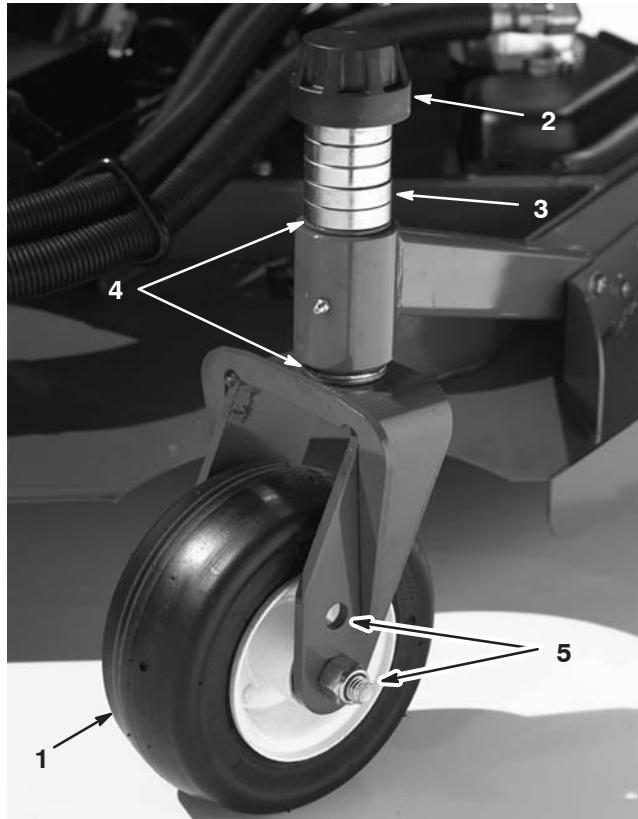
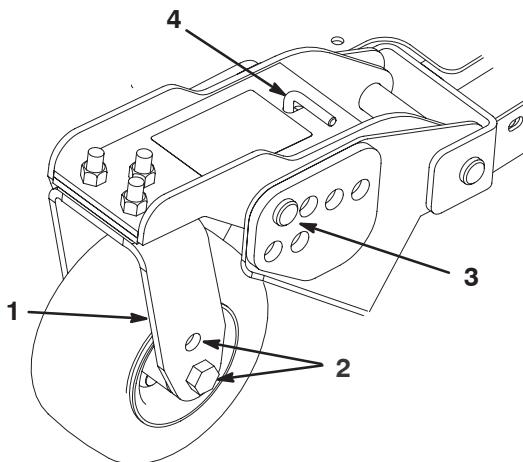
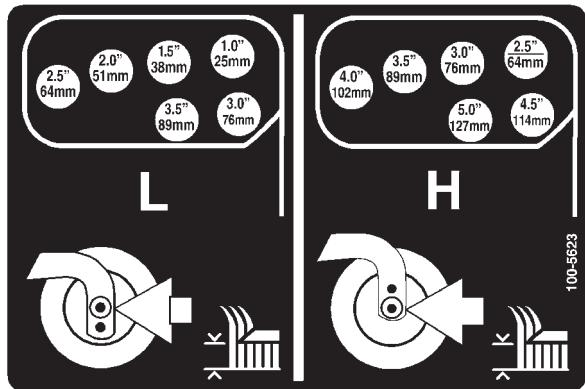

Figure 14
Figure 16
Figure 17
2. Placez les essieux des roues pivotantes dans les mêmes trous sur toutes les chapes (Fig. 14 et Fig. 16). Pour choisir les trous corrects pour la hauteur de coupe requise, reportez-vous au tableau suivant.
1. Placez les essieux des roues pivotantes dans les mêmes trous sur toutes les chapes (Fig. 14 et Fig. 16). Pour choisir les trous corrects pour la hauteur de coupe requise, reportez-vous au tableau suivant.
2. Enlevez le chapeau de tension de l'axe de pivot (Fig. 14) et sortez l'axe du bras pivotant. Replacez les deux cales (3 mm) sur l'axe de pivot comme à l'origine. Elles sont requises pour que les plateaux de coupe soient parfaitement de niveau sur toute la largeur. Placez le nombre requis d'entretoises de 13 mm sur l'axe de pivot pour obtenir la hauteur de coupe voulue, puis ajoutez la rondelle.
4. Enlevez la goupille fendue et les axes de chape des bras pivotants (Fig. 16).
5. Tournez la tige de tension pour éléver ou abaisser le bras de pivot jusqu'à ce que les trous soient en face de ceux du support de la hauteur de coupe sélectionnée dans le bâti du plateau de coupe (Fig. 16 et Fig. 17).